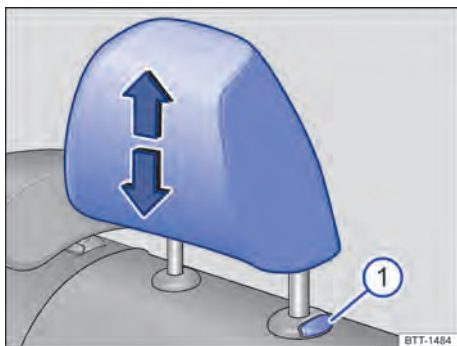
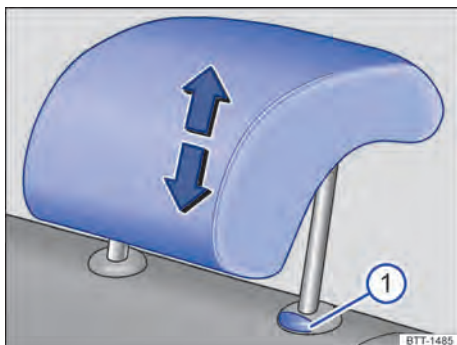

Fig. 79 Nos assentos laterais traseiros: regular o apoio para cabeça.
Fig. 80 No assento traseiro central: ajustar o apoio para cabeça.
1. Empurrar o apoio para cabeça para baixo com o botão pressionado → Fig. 79 ① ou → Fig. 80 ①.